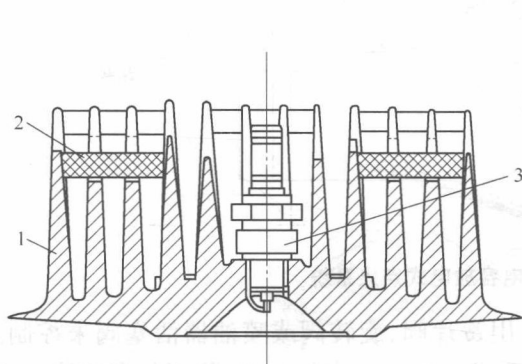

图 1-13 二行程发动机的气缸盖
(3)二行程发动机气缸盖的结构简单,没有排气口及配气机构,也没有润滑油道,如图 1-13 所示。